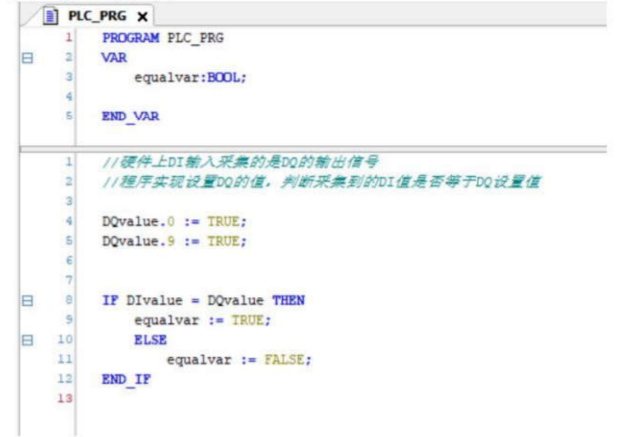

图 16 程序编程
- 在“Application”的“PLC\_PRG”里编写代码, 代码中使用了“DValue”、“DQvalue”两个变量。代码实现的功能是判断从 GL100-DI32 模块采集到的数据是否等于 GL100-DQ32S 输出的数据 (硬件上 GL100-DQ32S 的输出端子 0、9 接入到 GL100-DI32 的输入端子 0、9), 如图 16。